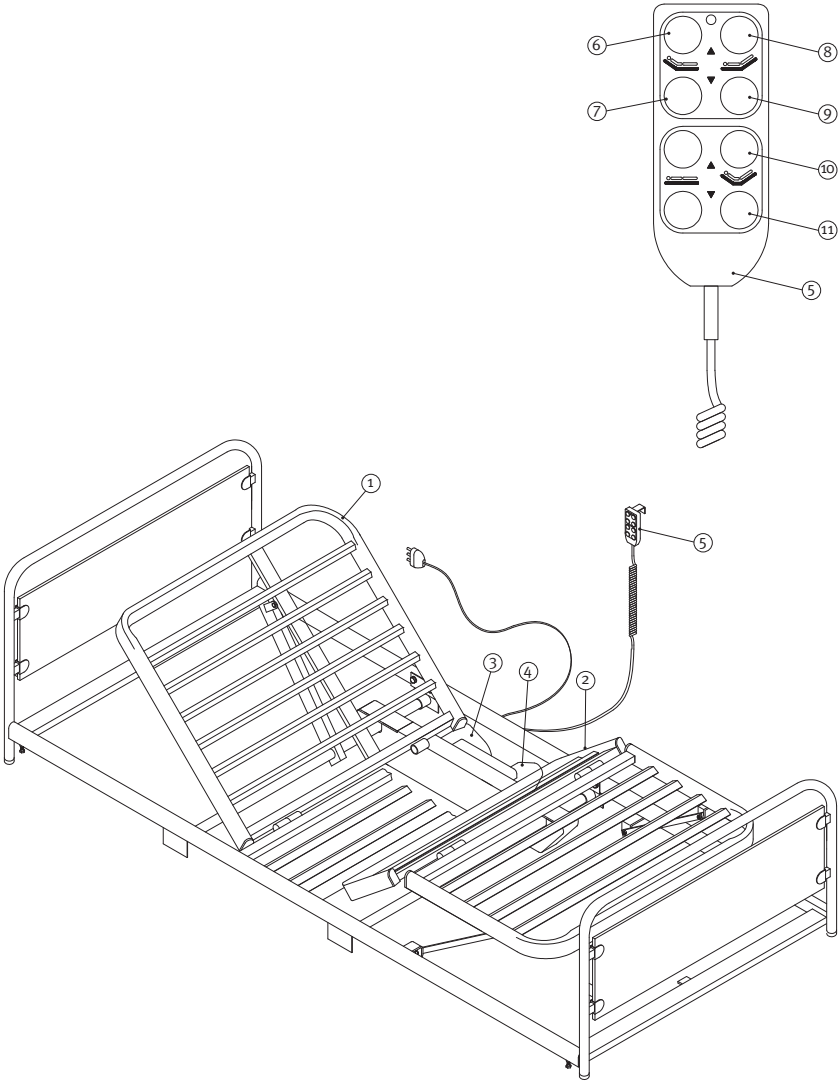

Fig. 9 Regolazione della sezione testa e della sezione gambe del letto Art. A 7034/AE.
4.4 **Regolazione della sezione testa e della sezione gambe del letto Art. A 7034/AE (Fig. 9)**